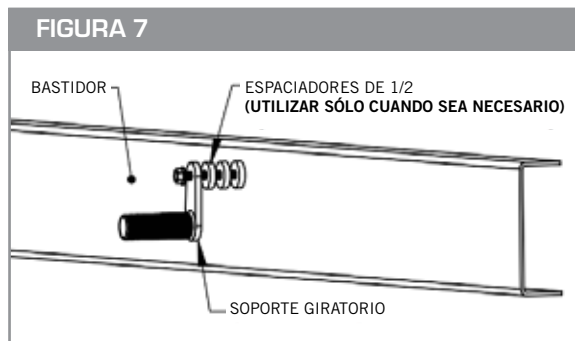

FIGURA 8
- Una vez que los soportes estén en posición con el guardafango, apriete el tornillo de 5/8" x 4-1/2" que pasa por el soporte giratorio (10001472) para fijar el giratorio de forma segura al bastidor. **(Ver la Figura 8)**